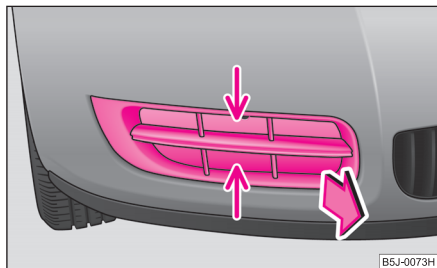

Fig. 176 Pare-chocs avant: Grille de protection
- Attrapez la grille de protection au niveau de l'endroit marqué par une flèche et enlevez-la ⇒ fig. 176.